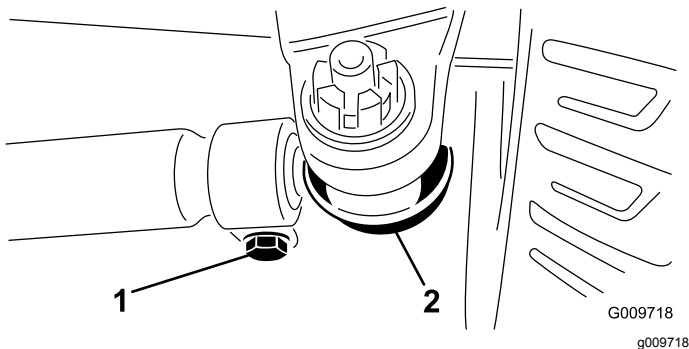

Bild 74
3. Entfernen Sie den Splint und die Mutter von einem der Spurstangen-Kugelgelenke (Bild 74), um die Vorspur einzustellen.
5. Lockern Sie die Klemmen an beiden Enden der Spurstangen (Bild 74).